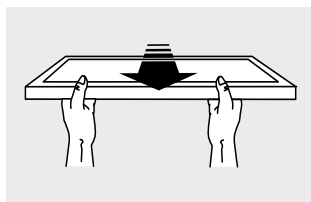

Figura 72
- Abra suficientemente las puertas y retire los estantes. (Figura 72)